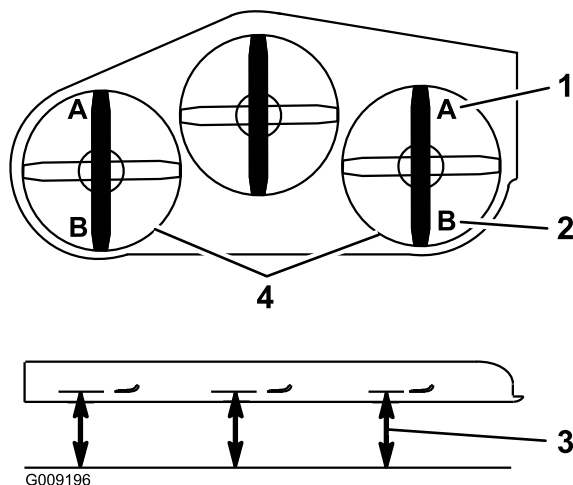

Figura 94
9. En ambos lados de la carcasa, mida desde la superficie nivelada hasta la punta delantera de la cuchilla (Posición A). La medida debe ser de 7.6 cm (3 pulg.) (Figura 94).
16. En ambos lados de la carcasa, mida desde la superficie nivelada hasta la punta trasera de la cuchilla (Posición B). La medida debe ser de 8.3 cm (3-1/4 pulg.) (Figura 94).